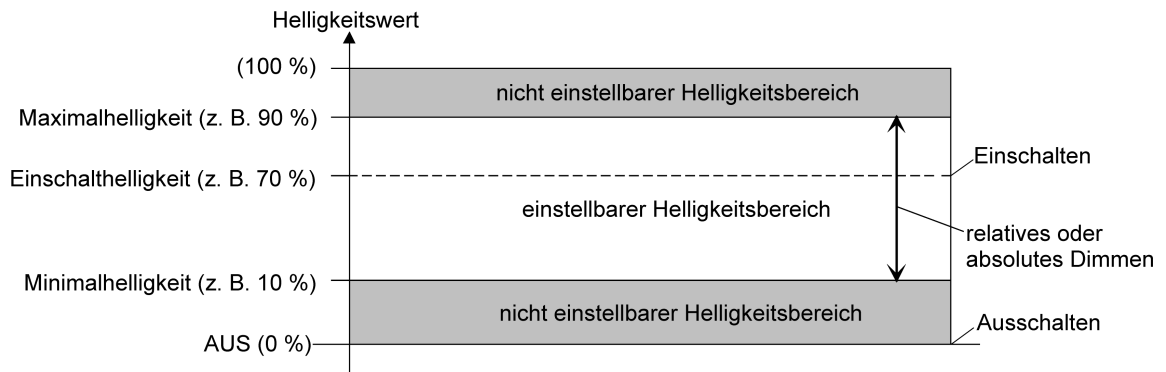

Bild 10: Beispiel eines Helligkeitsbereiches mit Minimalhelligkeit
- Definition der unteren Helligkeitsgrenze mit Minimalhelligkeit (siehe Bild 10):